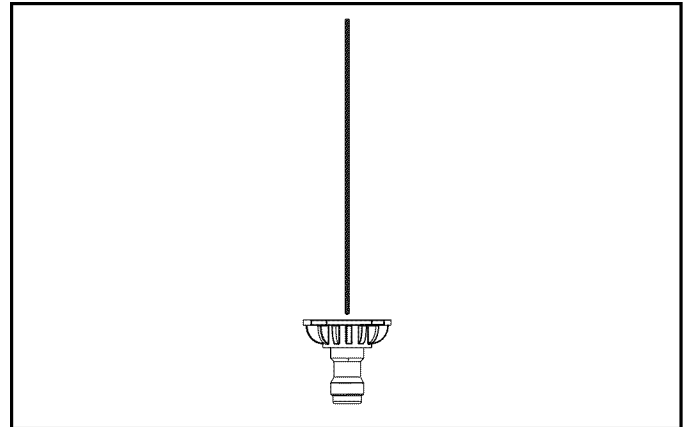

Figura 4-20. Boquilla de presión de chorro fuerte (Roja)
3. Para quitar manchas persistentes en superficies de concreto o mampostería, use la boquilla de chorro rojo dentro de la zona manchada (Figura 4-20).